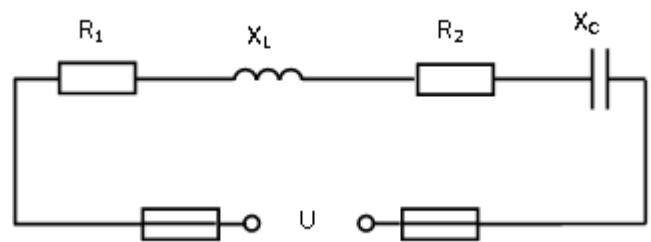

Рис.14
3. Дана неразветвленная цепь переменного тока (рис.14). Определить полное сопротивление цепи Z , силу тока I , напряжение U , реактивную Q и полную S мощность цепи, коэффициент мощности. Построить в масштабе векторную диаграмму тока и напряжений. Пояснить построение диаграммы.